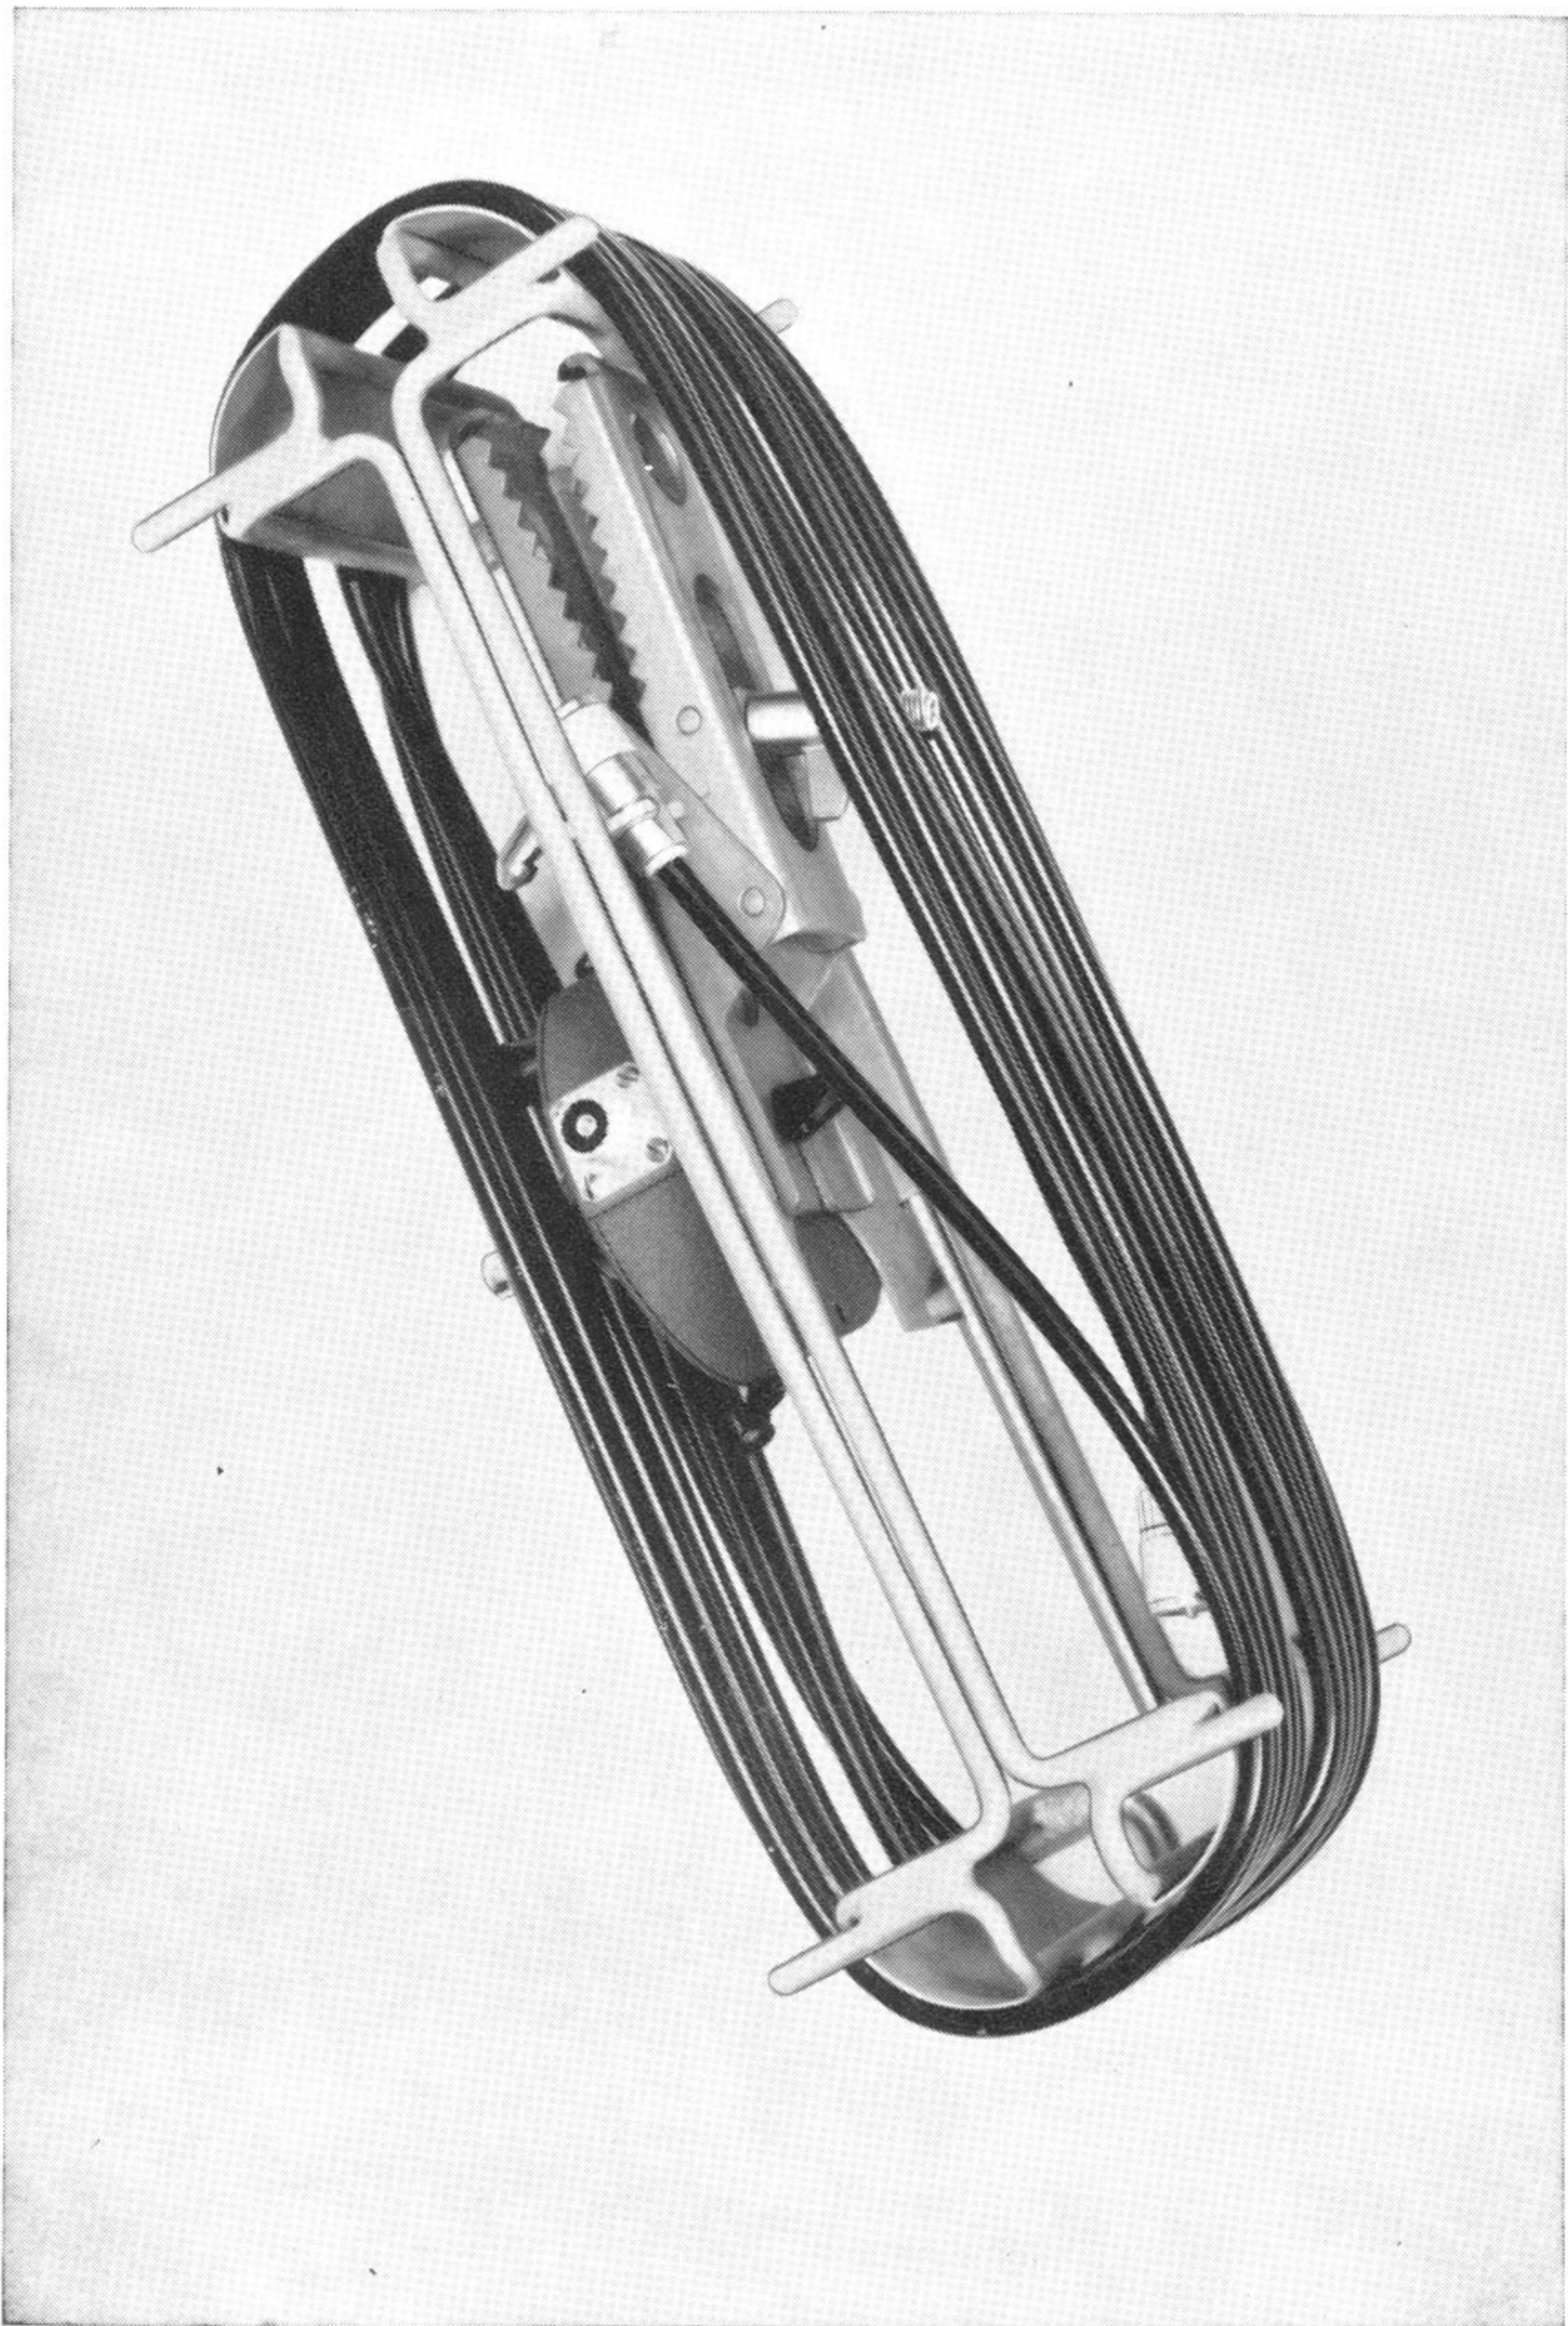

Fig. 4
Bild 4 zeigt alle Einzelteile und Bild 5 den mit dem HF-Kabel bewickelten Haspel zur Verpackung bereit. Im Innern des Haspels sind der Gegengewichtsträger und die Universalbride festgeschraubt.
d) **Rallonge de l'antenne** ( voir fig. 4)
g) **Câble HF** (voir fig. 4)
La figure 4 montre toutes les pièces séparées et la figure 5 le dévidoir avec le câble enroulé, prêt à l'empaquetage. A l'extérieur du dévidoir sont vissés le support d'antenne et la bride universelle.